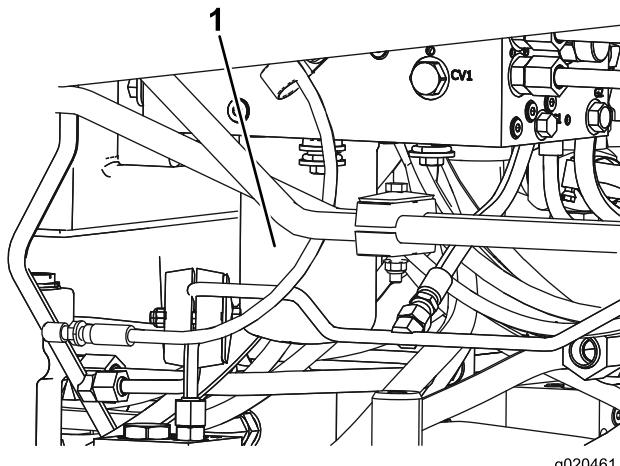

Figura 70
5. Repita el procedimiento con el otro filtro (Figura 70).